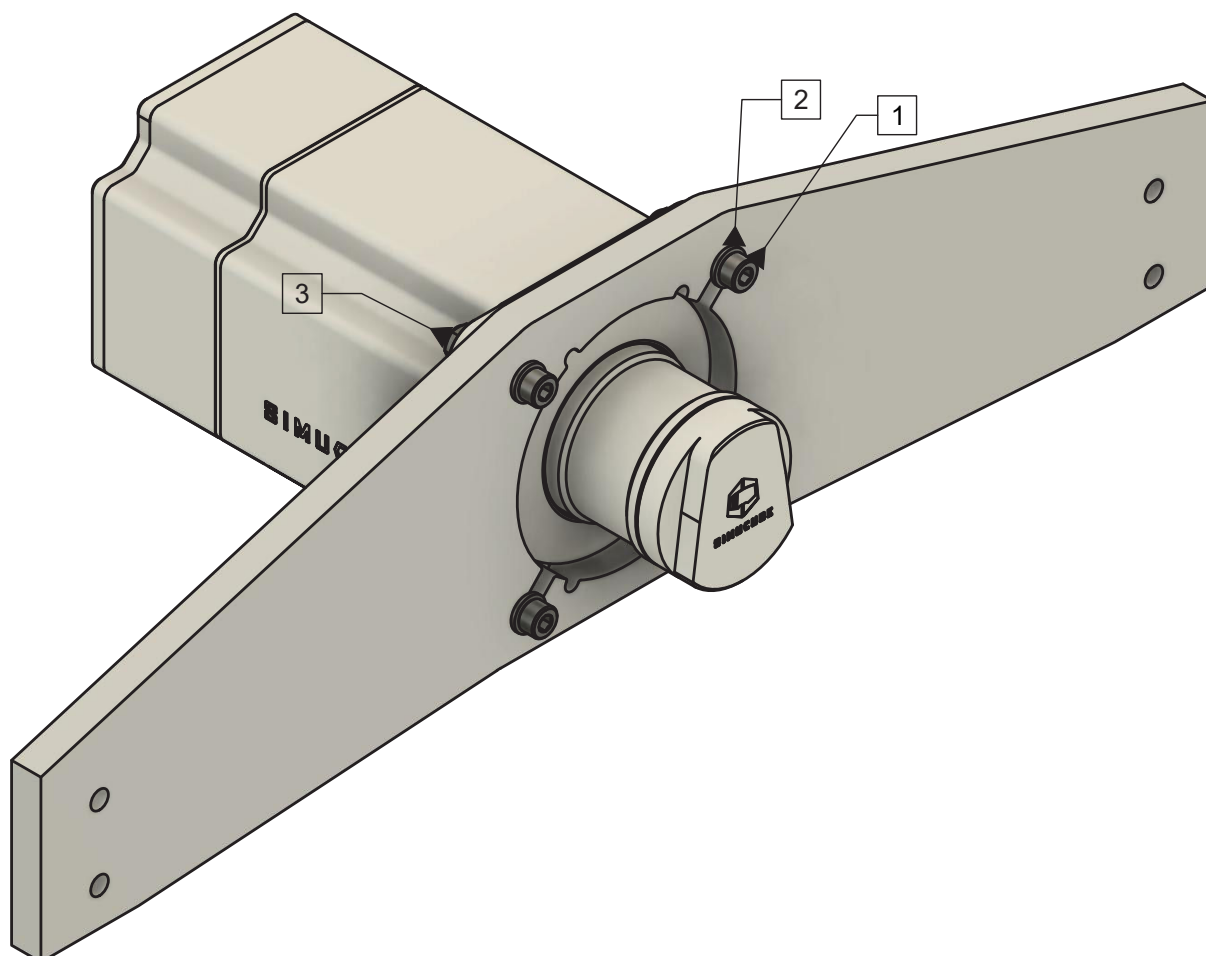

Imagen 4 Montar el Simucube 2 en una plataforma de simulación con un soporte de fijación frontal.
El Simucube puede montarse usando un soporte de fijación frontal que se encuentra en muchas plataformas de simulación como se muestra en la imagen 4.
Monte el Simucube como se muestra en la imagen 4. Los modelos Pro y Sport se fijan con tornillos M8 de 30 mm con un paso de rosca de 1.25 mm (1) y arandelas planas M8 (2). El Simucube se fija mediante la brida del motor con tornillos M8 de 40 mm (1), arandelas planas M8 (2) y tuercas de bloqueo (3).